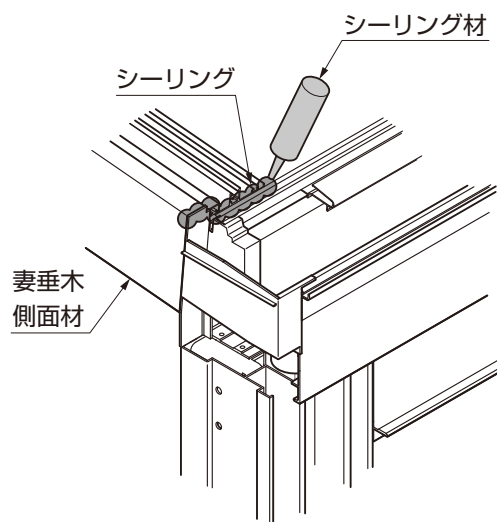

図1-12 柱キャップ、柱・妻垂木側面材
- B部のミゾは、シーリングで埋めないようにしてください。(図1-12参照)